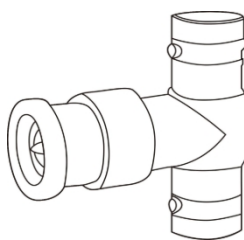
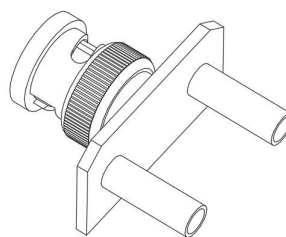

図1 BNCオスからデュアルメスへの変換
図2 BNCオスからダブルバナナプラグメスへ
- BNCオス-デュアルメス変換コネクタ（図1参照）の一端を50オームの負荷に接続し、もう一端を図2に示すBNCオス-デュアルバナナメス変換コネクタに接続する。オス端子を標準信号発生器に接続し、信号発生器の出力をオフにする。